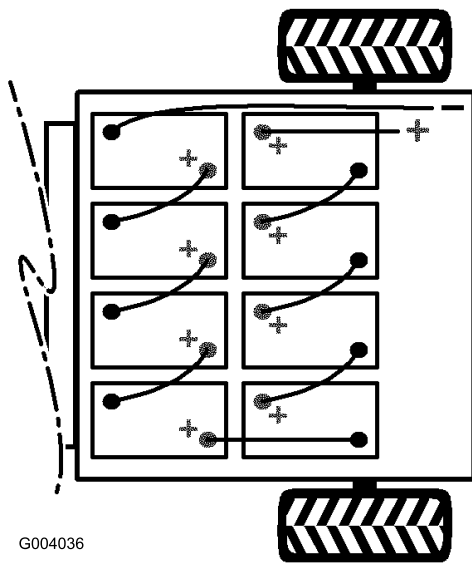

Figure 6
4. Mettez en place les batteries (Figure 6).
Remarque: Tenez compte de la polarité lors de la mise en place des batteries neuves (Figure 6).
6. Reliez les batteries entre elles à l'aide des câbles fournis avec les pièces détachées (Figure 6).
7. Serrez le boulon et fixez l'autre côté du clip avec un boulon (5/16 x 3/4 po) neuf et un écrou à embase (5/16 po) (Figure 6).
8. Connectez le long câble rouge positif principal entre la rangée de batteries et la machine (Figure 6).
9. Connectez le long câble noir négatif principal entre la rangée de batteries et la machine (Figure 6).